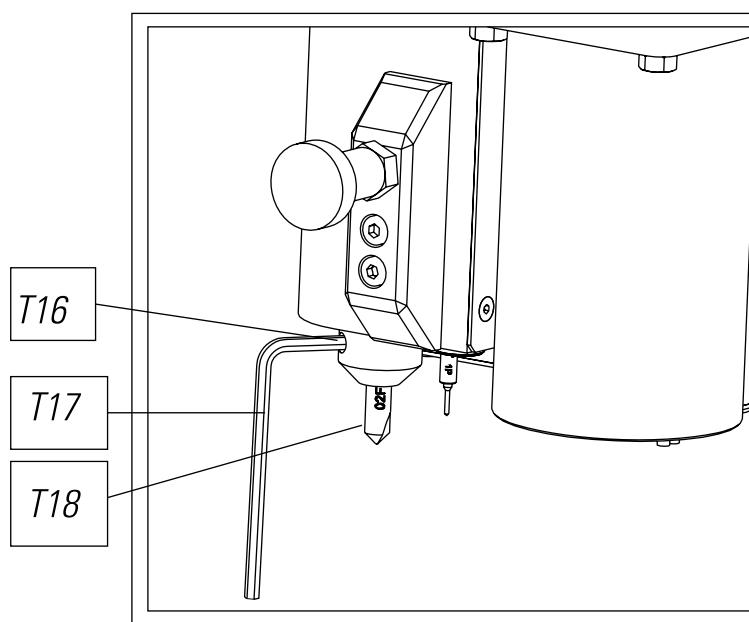

FIG. 32
- 3) Gewindestift (T16) mit einem 3 mm-Schlüssel (T17) aufschrauben und Zylinderfräser (T18) entnehmen. Abb. 32